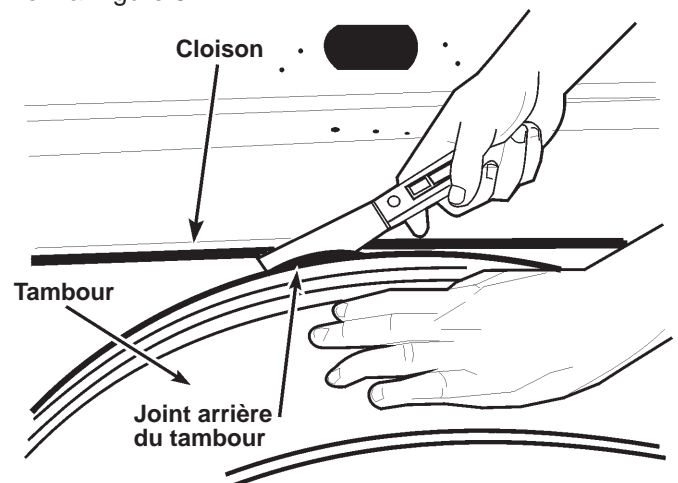

Figure 5
6. Glisser la lame d'un petit tournevis ou la lame d'un couteau à mastic sous le joint et le haut de la cloison. Voir la Figure 5.
9. Glisser la lame d'un petit tournevis ou la lame d'un couteau à mastic sous le joint et le haut de la cloison. Se reporter à la Figure 5.